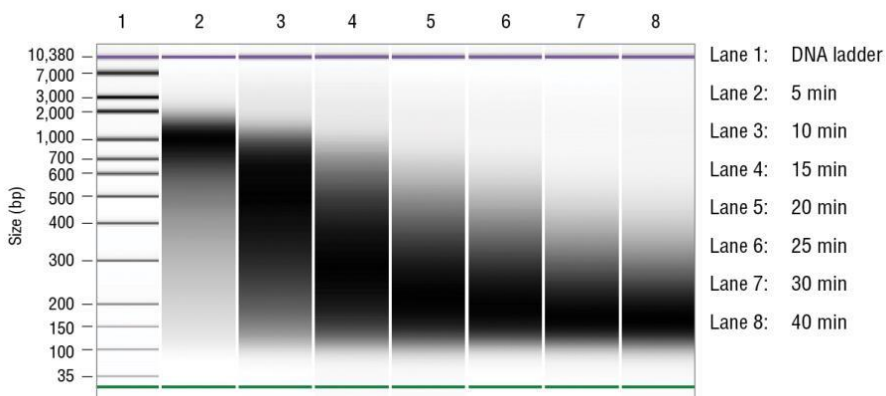

Figure 1: Example of size distribution on a Bioanalyzer®. Human DNA (NA19240) was fragmented for 5-40 min.
1. 37 °C の反応中、DNA の断片化とエンドプレップの処理を同時に行い、15 分の反応時間でインサートサイズが 350 bp 程度のライブラリを得られる。インサートサイズの変更やサンプルによってさらに最適化が必要な場合は、Table 10 を参考にして、目的の断片化サイズの反応時間を設定する。Figure 1 は典型的な断片化パターンを示す。